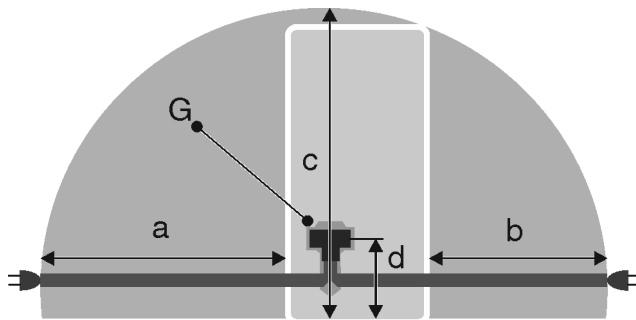

Fig. 53 *
- La prise de courant ne se trouve pas derrière l'appareil mais dans les zones a ou b Fig. 53 (a, b, c).
► Introduire la fiche de l'appareil Fig. 53 (G) au dos de l'appareil. Veiller à bien les encliqueter.